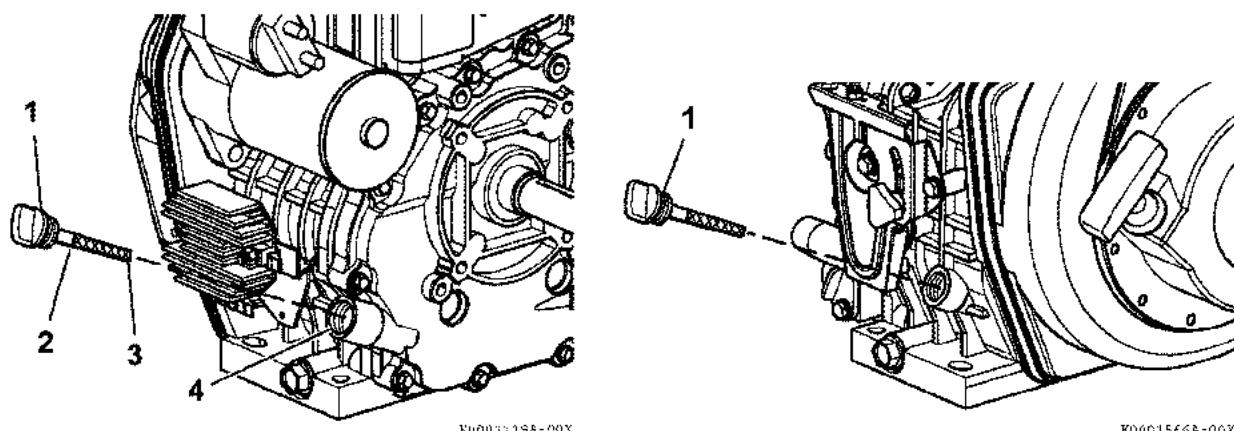

Рисунок 17
2. Вытащить щуп для измерения уровня масла (Рисунок 17 (1)) и протереть его чистой тряпкой.
4. Вытащить крышку маслозаливной горловины / щуп для измерения уровня масла. Уровень масла считается нормальным, если он находится между верхней отметкой максимум (Рисунок 17 (2)) и нижней отметкой минимум (Рисунок 17 (3)) на масляном щупе.
5. Поставить крышку маслозаливной горловины / щуп для измерения уровня масла на место (Рисунок 17, (1)) и затянуть рукой. Слишком сильная затяжка может повредить крышку маслозаливной горловины / щуп для измерения уровня масла.
2. Снимите крышку маслозаливной горловины / щуп для измерения уровня масла (Рисунок 17 (1)).
3. Добавьте необходимое количество моторного масла через верхнее или боковое отверстие маслоналивной горловины (Рисунок 17 (4)).
5. Долейте еще масла в случае необходимости. Доливайте масло до тех пор, пока уровень масла не окажется между верхней отметкой максимум (Рисунок 17 (2)) и нижней отметкой минимум (Рисунок 17 (3)) на масляном щупе.